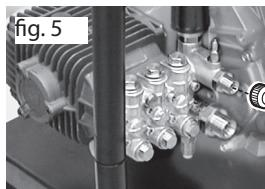

fig. 5
1. Sluit de hogedrukslang aan op de hogedrukuitlaat van de machine (afb. 5).